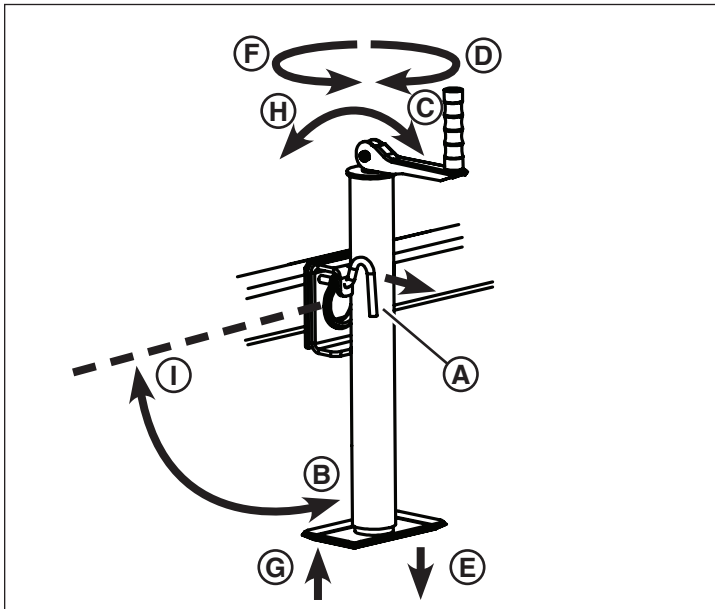

Figura 6
1. Tire de la palanca de bloqueo (A, Figura 6), gire el gato de la lengua a la posición de funcionamiento (B), y suelte la palanca de bloqueo. Asegúrese de que la palanca de bloqueo se enganche en el orificio de bloqueo y quede fija.
- Despliegue la manivela (C, Figura 6).
- Gire la manivela del gato en el sentido horario (D, Figura 6) para bajar la pata del gato (E) y elevar la parte delantera del remolque de la torre de iluminación.
- Gire la manivela del gato en el sentido antihorario (F, Figura 6) para elevar la pata del gato (G) y bajar la parte delantera del remolque de la torre de iluminación.
- Pliegue la manivela (H, Figura 6).
- Tire de la palanca de bloqueo (A, Figura 6), gire el gato de la lengua a la posición de transporte (I), y suelte la palanca de bloqueo. Asegúrese de que la palanca de bloqueo se enganche en el orificio de bloqueo y quede fija.